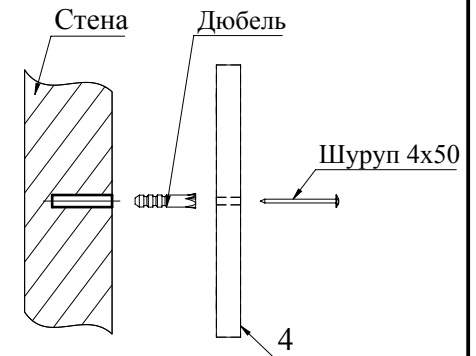

Рис.8
10. Для исключения опрокидывания в изделии предусмотрено крепление к стене. С помощью карандаша и рулетки разметьте стену. Просверлите четыре отверстия под дюбель. Через отверстия в детали 4 (2 шт.) закрепите шкаф под обувь к стене при помощи шурупов 4x50 (Рис. 8).